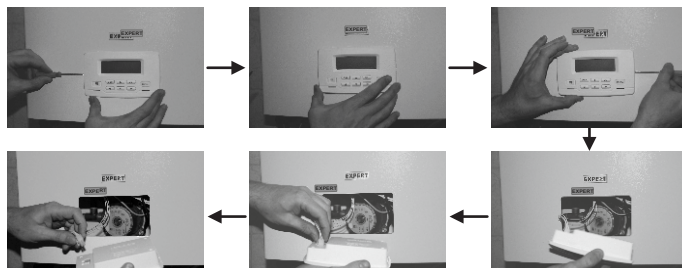

Рисунок 2
4.3 Для подключения прибора и ремонтно-профилактических работ необходимо снять панель лицевую (1) с кожуха (2). Для этого необходимо предварительно снять блок управления (3). Порядок отсоединения блока управления показан на рис. 2.